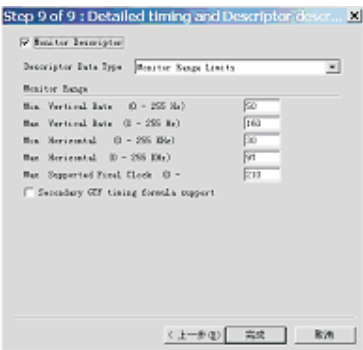

Fig. 21
8. Click Next , bring up Fig. 21.